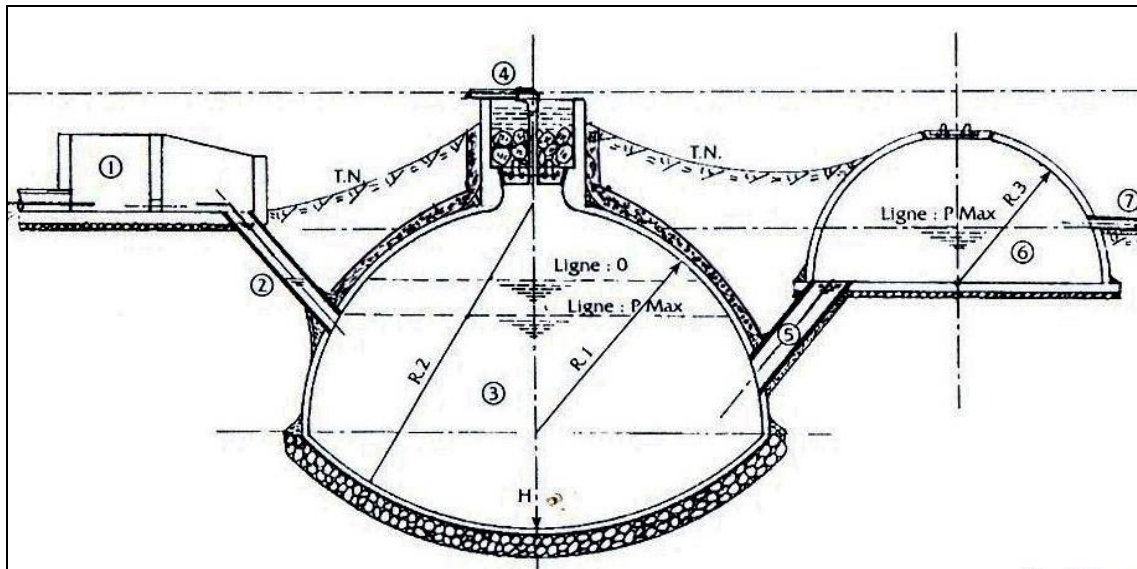

Figure 20 : ISOLATION DE LA CUVE DE FERMENTATION
5.48/ Afin de réduire les échanges thermiques entre le substrat en fermentation et le milieu extérieure, la partie supérieure externe du dôme (au-dessus du niveau des buses) et jusqu'à la gorge doit être recouverte d'une couche d'argile et de paille de 10 à 15 cm d'épaisseur. Le mélange est constitué d'un volume de paille et deux volumes d'argile. FIG.20.